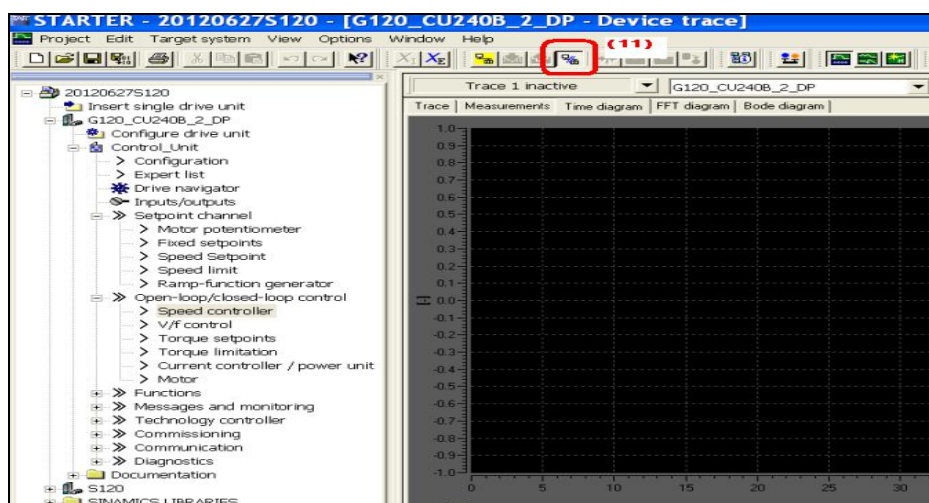

图 3
**第二步：PC 机与 G120 CU240B-2 DP 离线，断开连接，见图 3。**